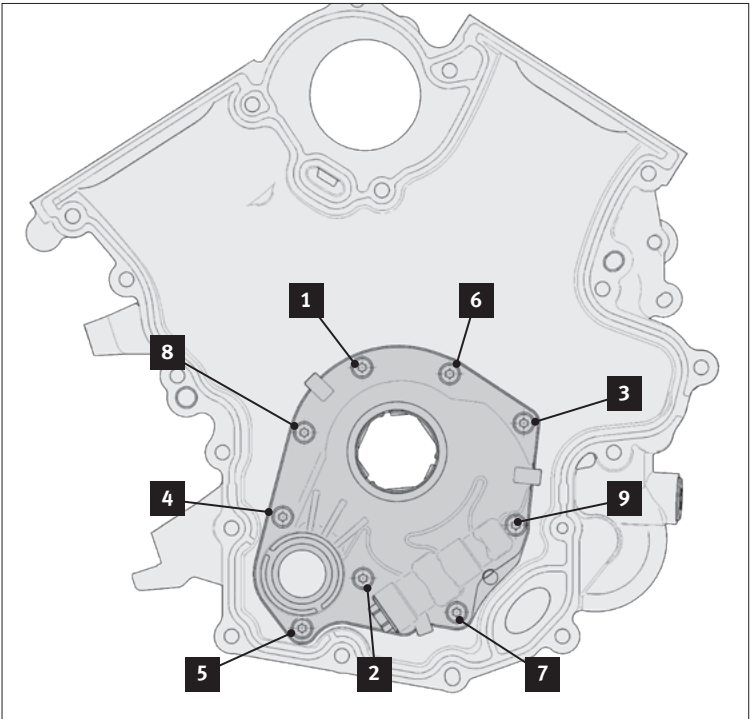

Abb. 2/ Fig. 2/ Puc. 2/ 图2
- Position the pump cover (2).
- Tighten the bolts (1) according to the specifications (Fig. 2).
- Mettre le couvercle de pompe (2) en place.
- Serrer les vis (1) suivant la consigne (Fig. 2).